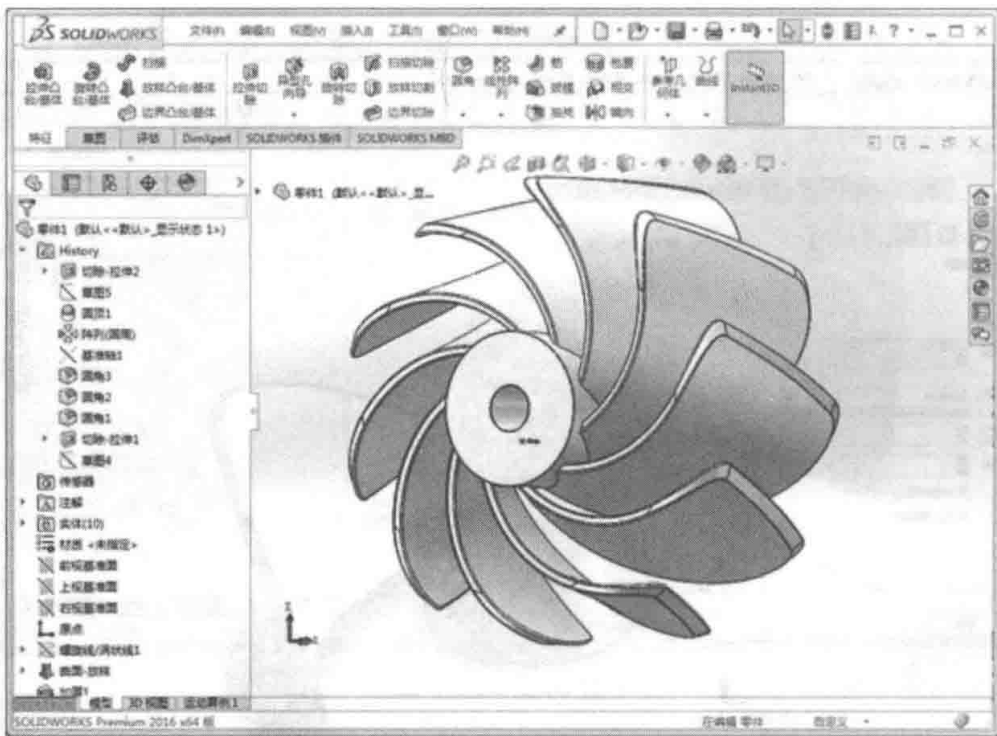

图 3-40 拉伸切除
- 选择草图 5，进行拉伸切除，切除深度为 20mm，如图 3-40 所示。